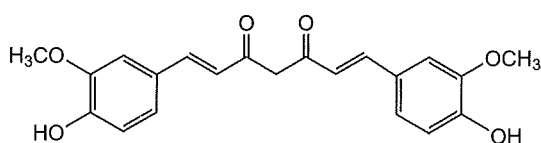

図5 クルクミンの構造式
(2) ウコンの色素の主成分はクルクミンであり、その構造式は図5のとおりである。下線部 (b) で赤褐色になった試験紙に食酢を垂らすと黄色に戻る。これらの色の変化に関連する反応は下記の中のどれか。一つ選べ。
- ① 酢酸と反応してエステルができる。
- ② 炭素間二重結合に水が付加する。
- ③ ベンゼン環に結合したヒドロキシ基から水素イオンが脱離する。
- ④ ベンゼン環に結合したヒドロキシ基が水酸化物イオンとなって脱離する。
- ⑤ ベンゼン環に結合したメトキシ基-OCH₃からヨードホルムが生成する。
(3) 下線部 (c) のデンプンの代わりに使える物質を次の中から一つ選べ。
- ① アミロース ② セロビオース ③ トレハロース
- ④ マルトース ⑤ ラクトース